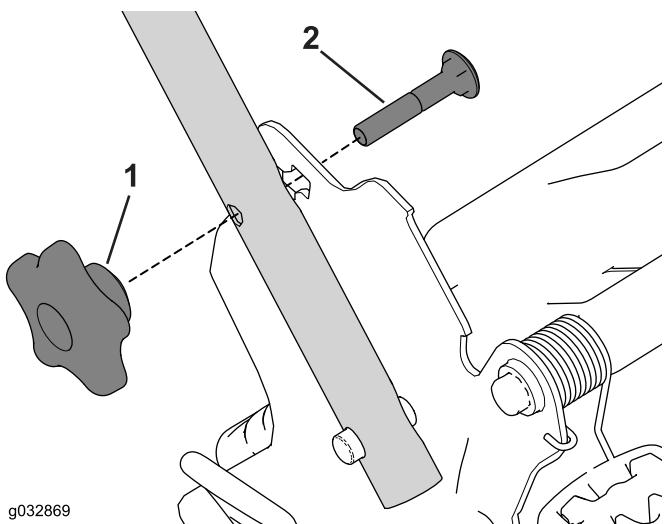

Рисунок 27
2. Снимите и сохраните две круглые рукоятки и два каретных болта с кронштейнов рукоятки (Рисунок 27).